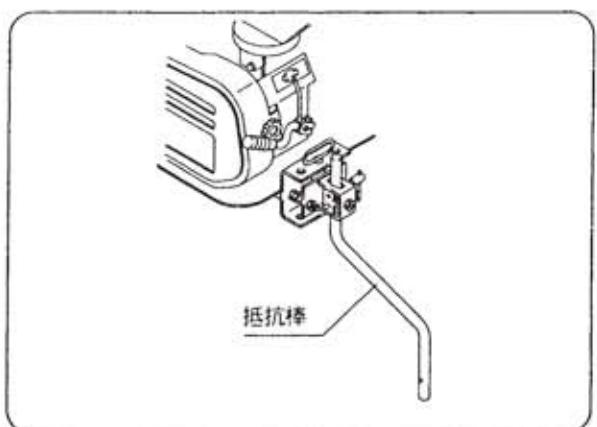

図22
1) 耕す深さの調整方法(図22・23)
- ① 抵抗棒によりハンドルの高さの調整および進行スピードの調整をおこないます。